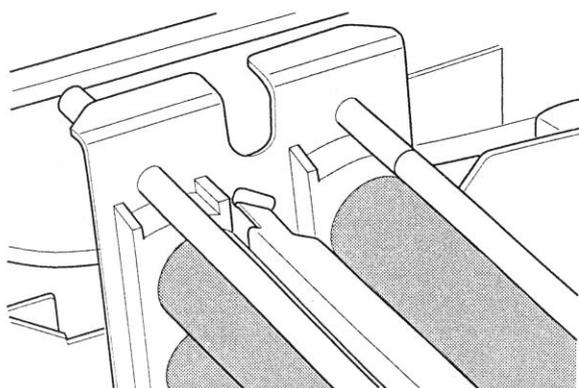
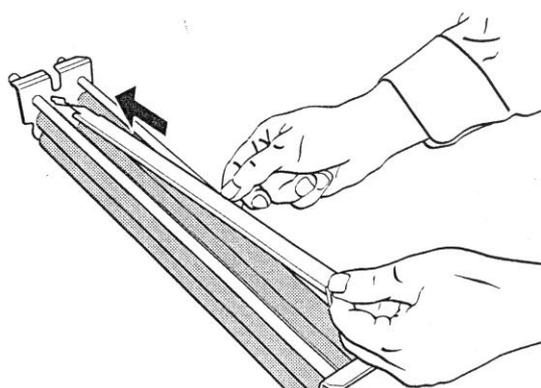

Figure 16
Figure 17
- Возьмите блок валиков промежуточной промывки за ручки и вытащите его из бака. Решетка снабжена пластинкой распределения воды, которая позволит ровно распределять воду, когда опрыскиваются пленки. Убедитесь в том, что пластинка правильно размещена в решетке промежуточной промывки (рис.16 и рис.17).